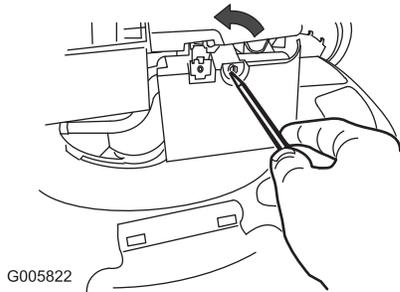

Bild 39
1. Öffnen Sie die Luftfilterabdeckung mit einem Schraubenzieher (Bild 39).